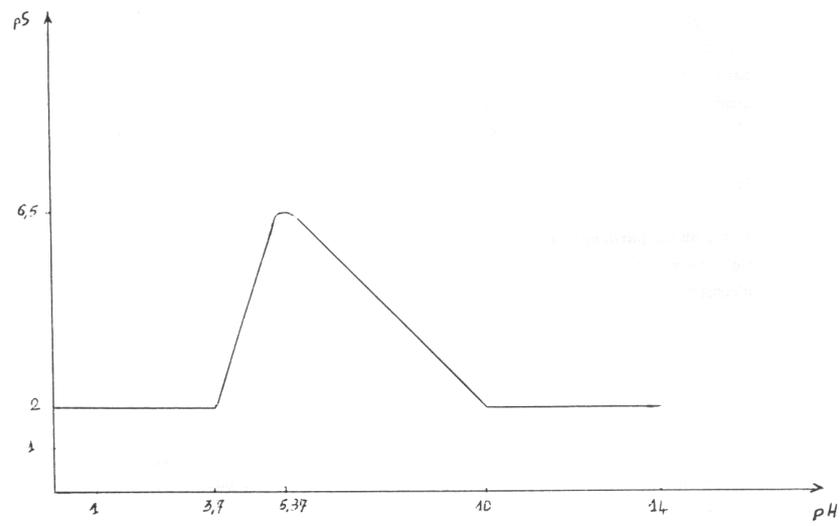

fig. 1 : Solubilité de $\text{Al}(\text{OH})_3$ en fonction du pH.
- fig. 1 pS = f(pH), cas de $Al(OH)_3$.